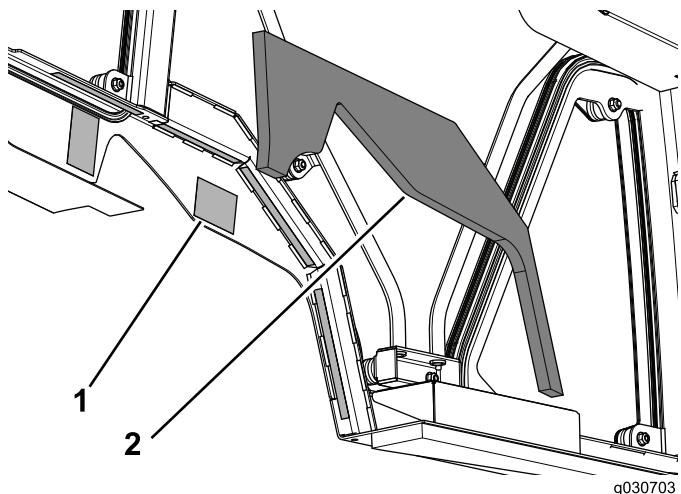

図 13
- キャブユニットの左右両側の両面テープについている裏紙をはがす図13。
- キャブユニットに左タンク用ウレタンを取り付ける図13。